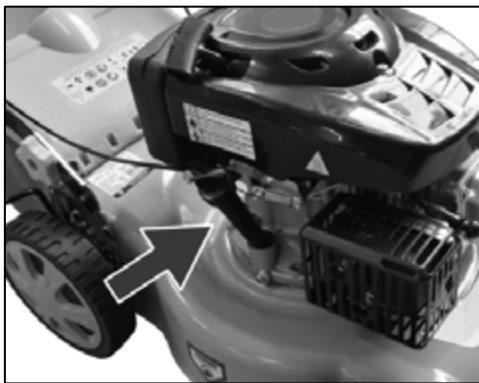

Рис..10-1
- Открутите мерный щуп и извлеките его. (Рис. 10-1)